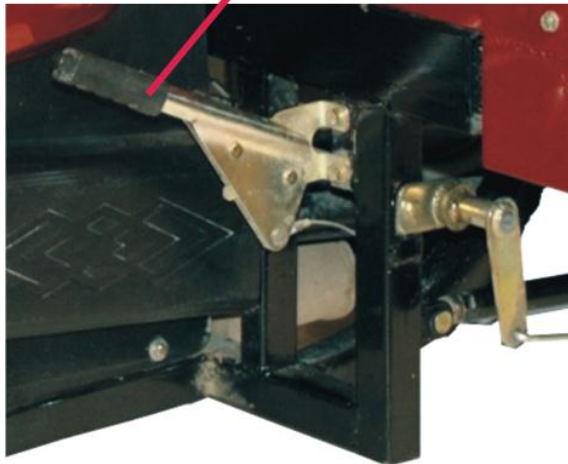

Рис. 12
4. Поставьте транспортное средство на стояночный тормоз, выжав рычаг стояночного тормоза рис. 12.